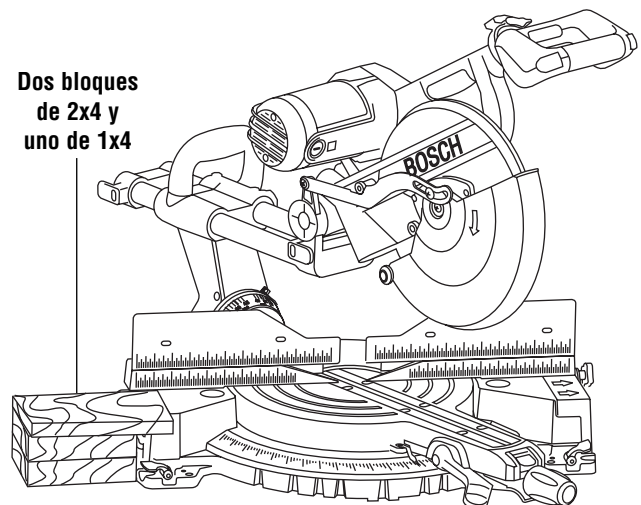

Figura 21. Soporte con bloques
**Bloques:** Las piezas de trabajo largas necesitan soporte adicional. La altura de la base (3-3/4") está diseñada para coincidir con la madera estándar de dos bloques de 2x4 y uno de 1x4. Se pueden usar tablas de estos grosores para crear extensiones de soporte auxiliar para piezas de trabajo largas (Figura 21).